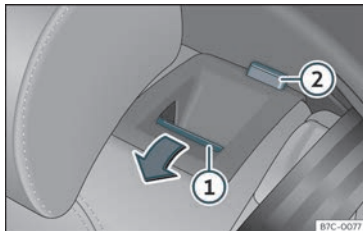

Fig. 102 Seient posterior: abatre el respall.
- Estireu la tecla de desbloqueig »» fig. 102 (1) cap endavant i feu abatre el respall al mateix temps. El respall del darrere està desbloquejat quan es veu una marca vermella a la tecla (2).